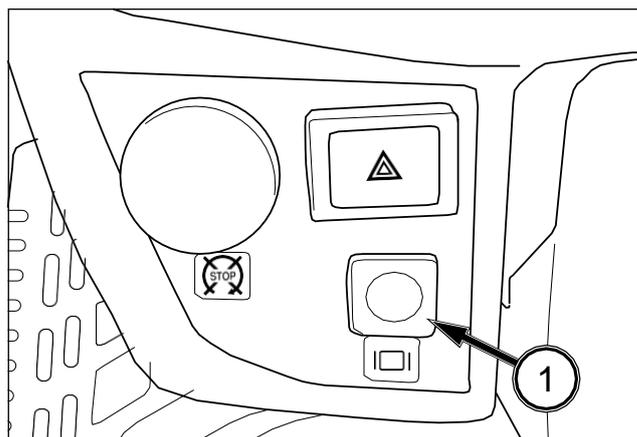

FIG. 49
FIG. 49: La pantalla LCD muestra la velocidad de desplazamiento, la velocidad de la TDF trasera o la velocidad de la TDF ventral. Para cambiar la visualización, pulse el interruptor del modo de visualización (1).
- (1) Velocidad de desplazamiento (solo para los tipos HST y de doble acoplamiento)
- (2) Velocidad de la TDF trasera
- (3) Velocidad de la TDF ventral (si es aplicable)